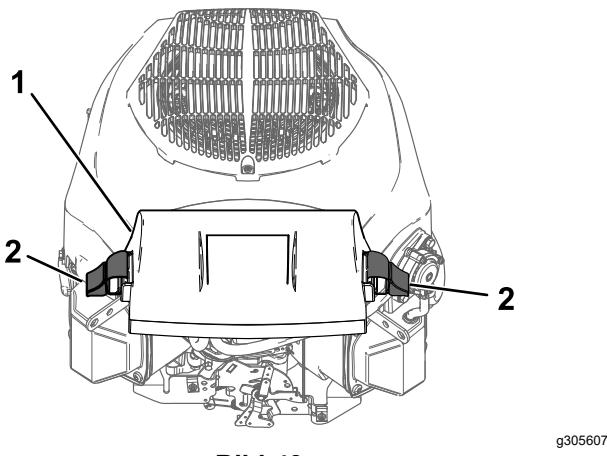

Bild 43
- Setzen Sie die Abdeckung auf und verriegeln Sie diese mit den Halteklemmern (Bild 43).